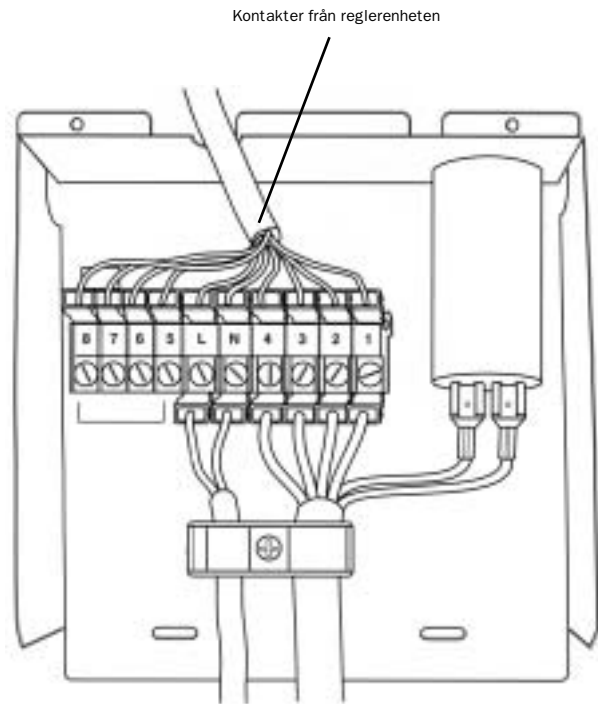

Fig. 1
4. Öppna ellådan på fläktelemtet och anslut de två kontakterna från reglerenheten enligt fig. 1.